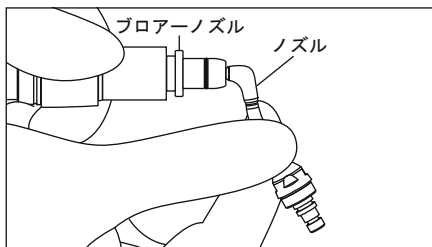

図10
- ⑤ノズルの先端にプロアーノズルを接続し（図10）エアのみで空運転します。これによりノズル内に残留したパウダーが排出されます。